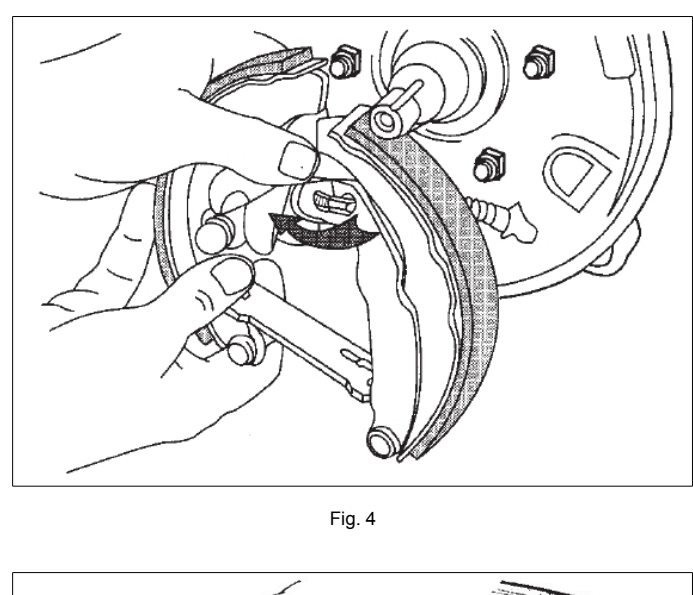

Fig. 4
5. Rimuovere i perni di fissaggio delle ganasce dei freni con molle e piatti, utilizzando un apposito strumento (Fig. 4)
3. Incastare il cavo del freno a mano, quindi montarlo come illustrato in Fig. 4.